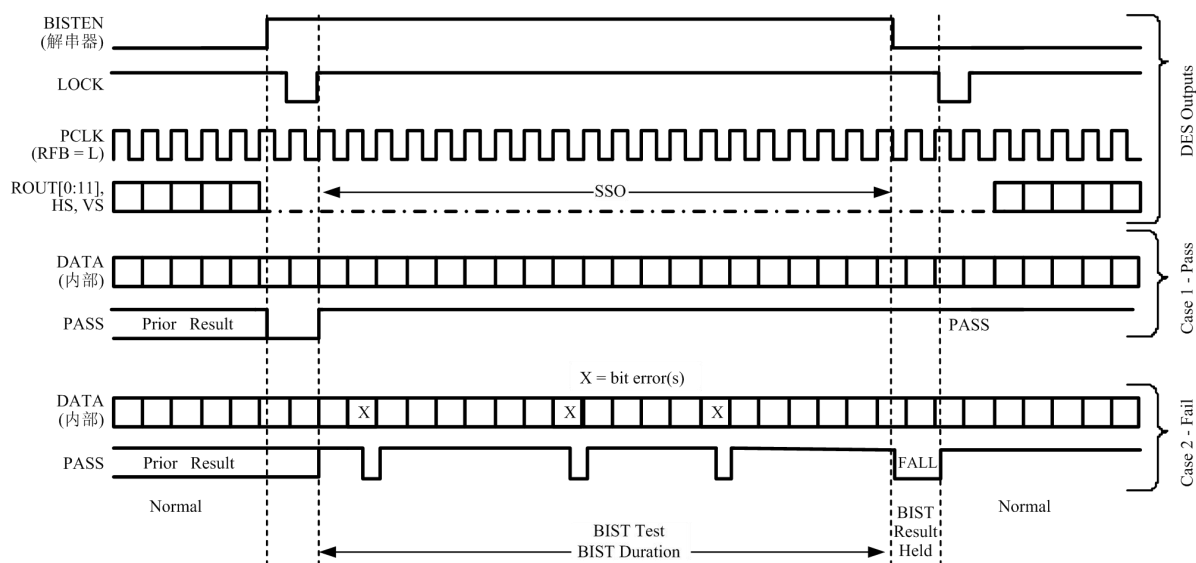

图 42. BIST 时序图
**步骤 4.** 解串器的 BISTEN 脚为低电平后，线路恢复到正常工作。图 42 显示了一个典型的 BIST 测试在两种情况下的波形图。第一种情况无错误的，第二种情况显示了多个错误中的一种。在大多数情况下，由于线路(差分数据传输等)非常可靠很难产生错误，因此非常长的电缆长度，互连故障或信号衰减(Rx 均衡器)可能会引入误差。